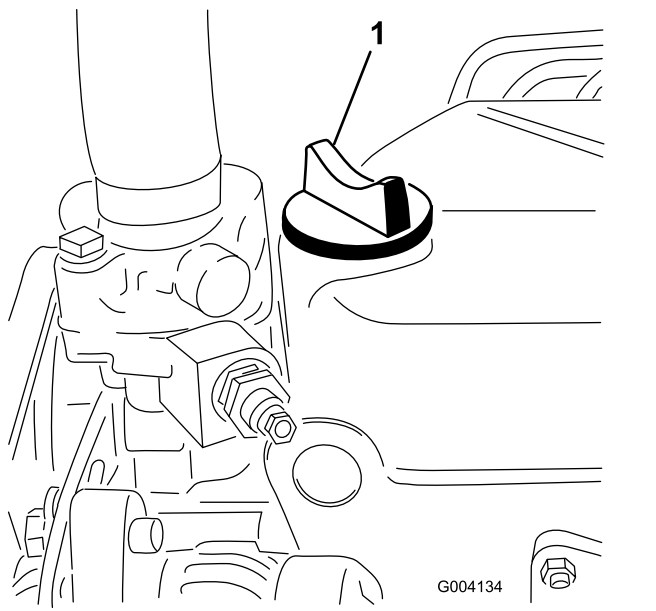

Figura 60
5. Se l'olio non raggiunge la tacca FULL (pieno), togliete il tappo di riempimento (Figura 60) e aggiungete olio finché il livello non raggiunge la tacca FULL (pieno).